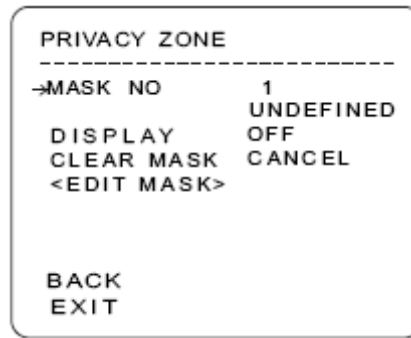

Рис. 6.4-2
- Privacy zone: маскировка приватных зон. Для создания приватной зоны необходимо сначала задать порядковый номер от 1 до 4 (см. рис. 6.4-2), включить отображение в подпункте Display. Затем в подпункте Edit mask задать прямоугольную зону маскировки (см. рис 6.4-3). Камеру необходимо направить на желаемую область маскировки («- фокус» подтвердить выполнение функции; «+фокус» отменить выполнение функции). В центре экрана появится прямоугольник, размеры которого можно изменить с помощью стрелок. Для завершения настройки приватной зоны используется кнопка «- фокус», для отмены «+ фокус». Сброс настроек текущей